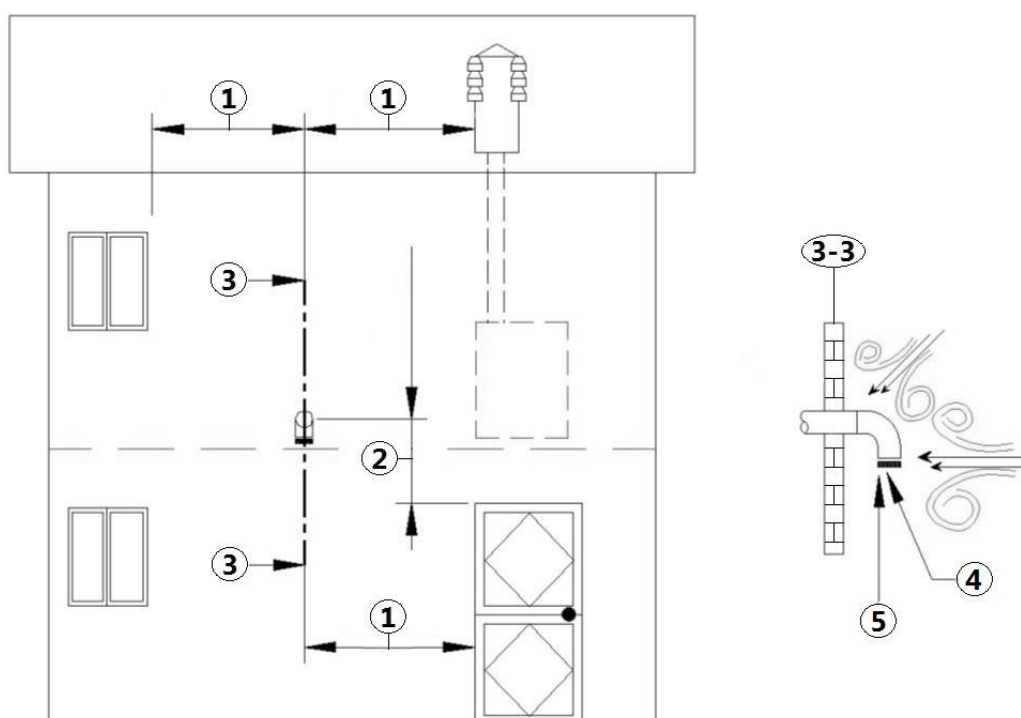

Fig. 8 - Aria comburente
LEGENDA Fig. 8 a pag. 9
- Sulla parete esterna è necessario installare una curva a 90° per proteggere l'afflusso dell'aria comburente dagli effetti del vento: rivolgere l'imbocco della curva verso il basso, vedi **Fig. 8 a pag. 9**.